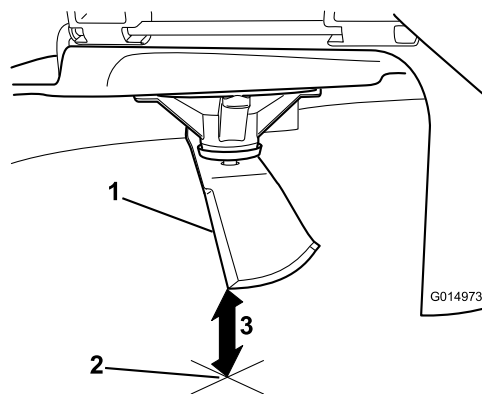

Рисунок 72
3. Відміряйте відстань від кінчика ножа до пласкої поверхні (Рисунок 72).